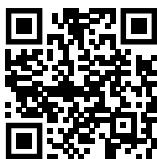

Fig. 49
- Abrir el Liebherr SmartMonitoring Dashboard. (consulte Fig. 49) .